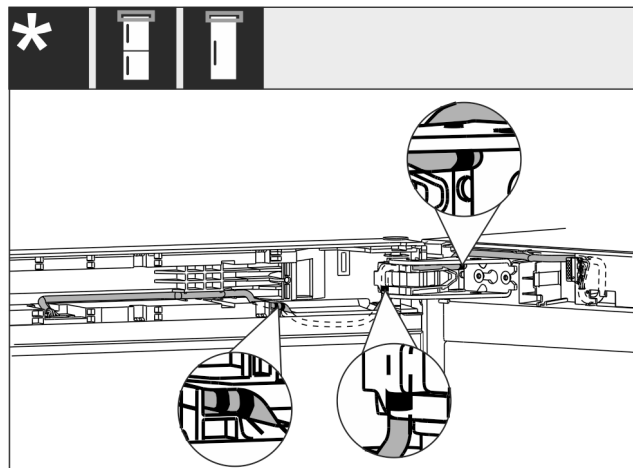

Fig. 37
- ▶ Rozkładanie kabla zgodnie z ilustracją Fig. 37 ()